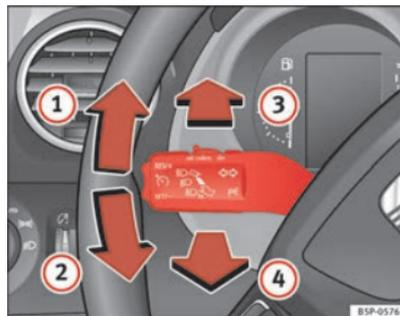

Fig. 76 Levier des clignotants et des feux de route
- Levez le levier jusqu'en butée ⇒ fig. 76 ① pour actionner les clignotants **droits** ou abaissez-le jusqu'en butée ② pour actionner les clignotants **gauches**.
- Si les feux de croisement sont allumés, poussez le levier vers le volant ⇒ page 127, fig. 76 ③ pour allumer les feux de route.
- Poussez le levier vers le volant ⇒ page 127, fig. 76 ④ pour allumer les feux de route.